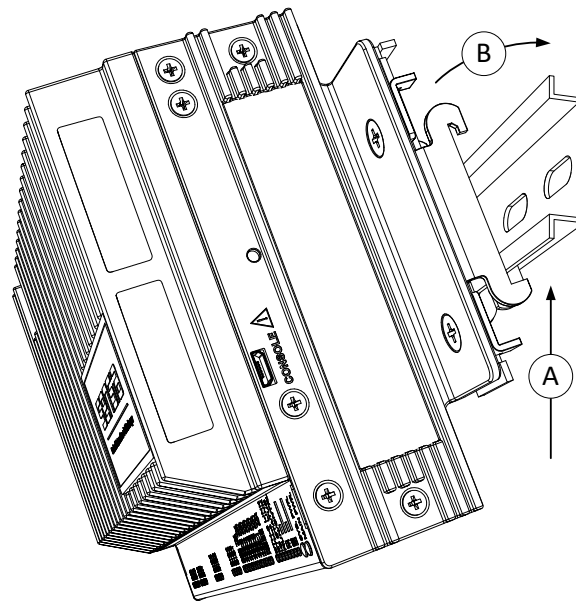

Figura 3.4 – Fijación del clip al riel DIN
3. Enganche los clips del riel DIN HCC2 en el riel DIN. (Consulte la Figura 3.4).
4. Jale el HCC2 en contra de la tensión del clip de resorte y gírelo para permitir que la lateral del clip se enganche sobre el raíl. (Consulte la Figura 3.4).